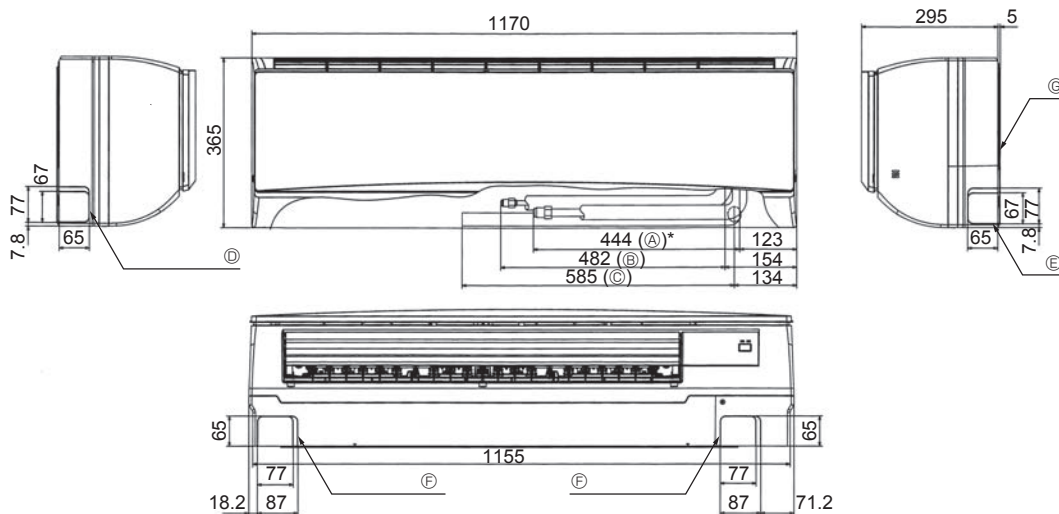

Рис. 4-2
4.3. Выбор расположения труб хладагента и дренажных труб (Рис. 4-2)
- Ж Монтажная плита ①